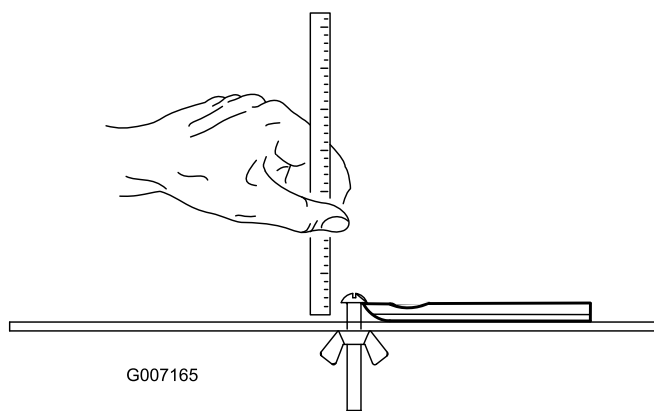

Рисунок 26
**Примечание:** Все измерения эксплуатационного предела неподвижного ножа выполняются относительно нижней части неподвижного ножа (Рисунок 26).